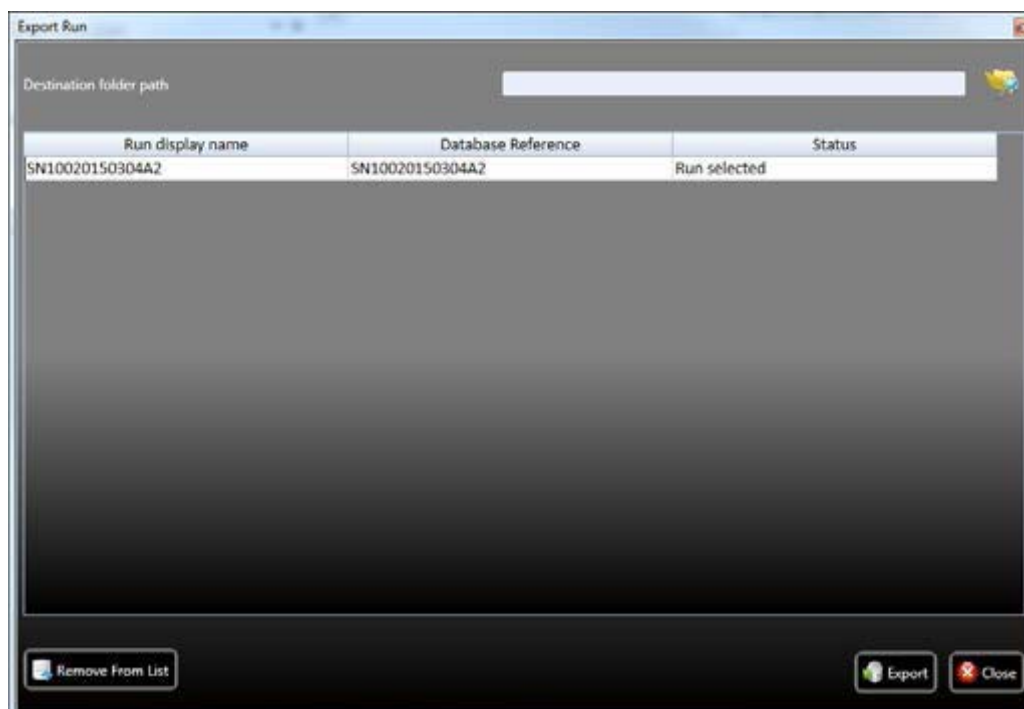

Figure 7-3
1.要导出文件运行，选择文件（S）要导出，然后单击导出图标或单击鼠标右键，然后从显示的选项中选择导出运行，“导出运行”屏幕打开（见图7-3）。